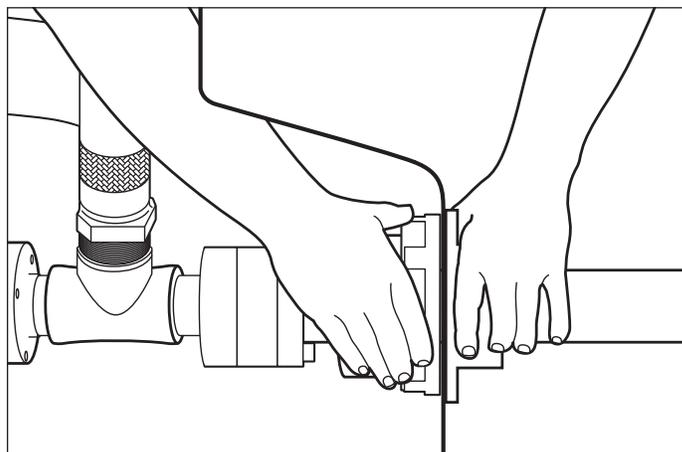

Figura 21-3
8. Use un cartucho de epoxi acoplado a una pistola para cubrir la superficie serrada de la rosca y el anillo de cierre interior, y ajuste ambos a la pared del contenedor de derrame (Figura 21-3). Para los contenedores de derrame de acero inoxidable, hay una empaquetadura de Viton que se usa en lugar del epoxi.